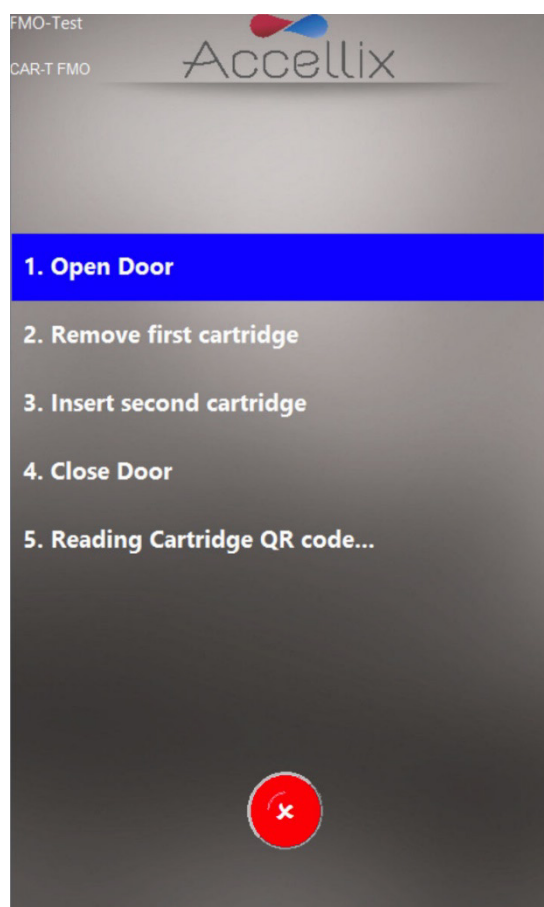

图 47: 多芯片移除屏幕
1. **多芯片移除屏幕**将指示用户移除第一个芯片并按顺序插入下一个芯片（图 47）。